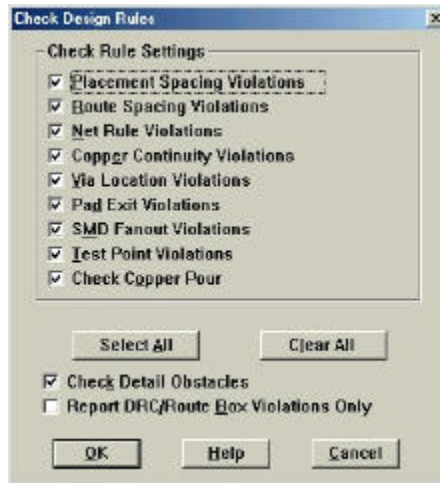

Figura 4.29 Ventana de las Reglas de Diseño
- 2 Seleccione las reglas a verificar y dé clic en el botón OK. (ver figura 4.29)